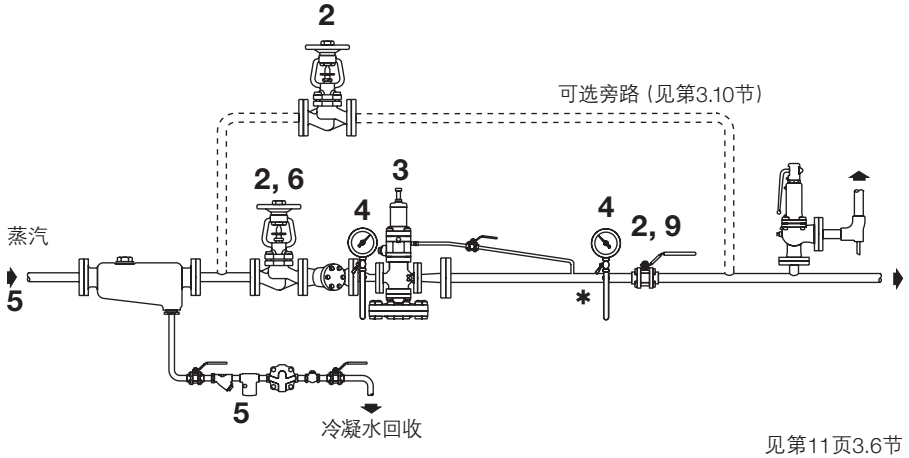
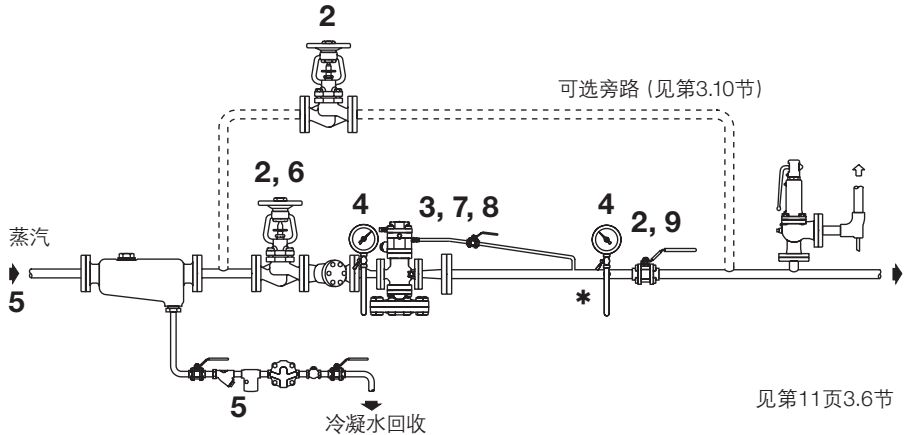

图8 DP27, DP27E和DP27Y的设定过程
图9 DP27R的设定过程
压缩空气出调节阀后如图4接在压缩空气控制盖接口上。空气进口连接可用外径6mmO/D铜管。DP17R的最大控制压力为15barg (218 psig), 典型的安装见第15页图9。
如果必需一直保证流经阀门的蒸汽供应,应安装旁路使减压阀维修时仍能保证蒸汽持续供应,见第15页图8和图9。
4.1 设定程序 (图8和图9)
DP27, DP27E 和 DP27Y (图8)
DP27R (图9)